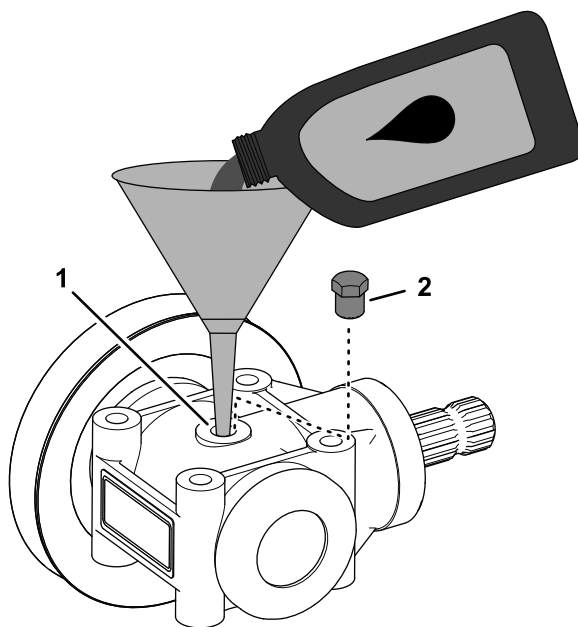

Figura 120
3. Rode a caixa de velocidades para alinhar o orifício do tampão da armação para cima Figura 120
velocidades através do orifício do tampão da armação (Figura 120).
5. Coloque o tampão da armação no orifício do tampão da armação na caixa de velocidades da plataforma do cortador (Figura 120).